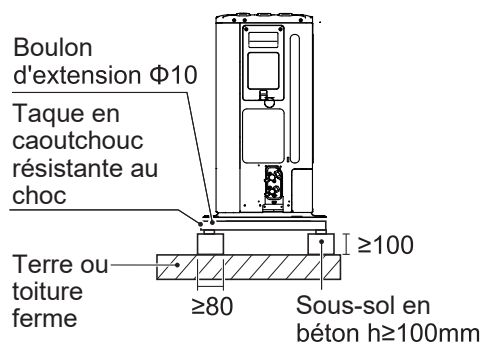

Fig: 6-3
- Si l'eau ne s'écoule pas facilement de l'unité, montez l'unité sur une fondation de blocs de béton, etc. (la hauteur de la fondation doit être d'environ 100 mm (voir Fig:6-3).